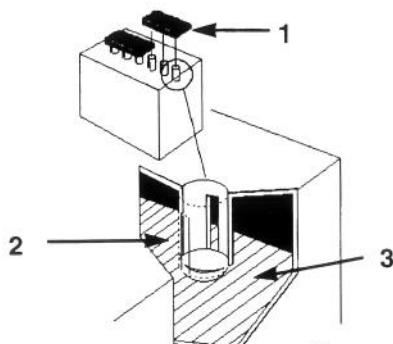

Figure 35
2. Soulever les bouchons de remplissage (Fig. 35).
3. Verser doucement de l'eau distillée dans chaque élément de la batterie jusqu'à ce que le niveau atteigne la partie inférieure du tube (Fig. 35).
2. Ouvrir les bouchons pour voir l'intérieur des éléments. L'électrolyte doit atteindre la partie inférieure du tube (Fig. 35). Ne pas laisser le niveau baisser au-dessous de la marque LOWER (MINIMUM) (Fig. 35).